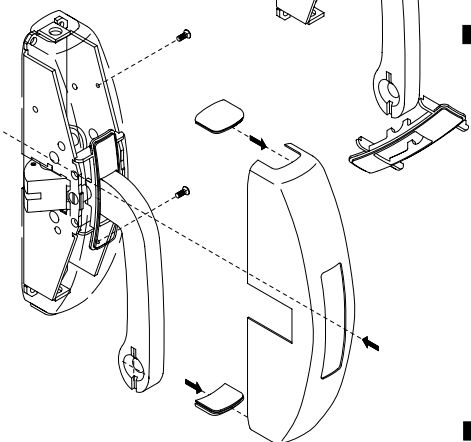

FIG. 9
- 8) Montare i carter fissandole alla scatola utilizzando le quattro viti da M3 x 6 in dotazione con l'avvertenza di inserirvi, in alto ed in basso sui carter, i collari chiusi di raccordo (fig. 9).
- 8) Mount the housings fixing them to the casing using the four M3 x 6 screws supplied taking care to insert, in the upper and lower parts of the housing, the connecting collars (Fig. 9).
- 8) Monter les carter en les fixant sur le coffre au moyen des quatre vis M3 x 6 fournies en veillant à y introduire, en haut et en bas sur les carter, les colliers fermés de raccordo (fig. 9).
- 8) Coloque los cárteres fijándolos al cofre con los cuatro tornillos M3 x 6 suministrados, colocando, en la parte superior e inferior de los cárteres, las abrazaderas cerradas de unión (Fig. 9).
- 8) De twee carter, met de vier meegeleverde schroeven M3 x 6, op de kast monteren, door de twee gesloten aansluitingen (afb. 9) boven en onder de carter aan te brengen.
- 8) Hauben montieren, sie werden mit Hilfe der mitgelieferten, vier Schrauben M3x6 auf dem Kasten befestigt, dabei Acht geben, dass die Verbindungsringe (Abb. 9) auf den Hauben oben und unten eingesetzt werden.